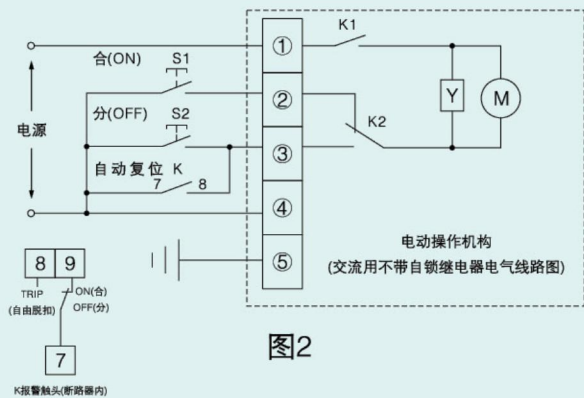

图2
- ◎ K1 手动与电动转换开关（作用同图 2）
- ◎ K2 限位开关（作用同图 2）
- ◎ 线路图 2，每次“合”、“分”操作时，“合”、“分”按钮 S1、S2 需持续按压，直至操作完成。线路图 1、3 采用自锁继电器，其作用是利用它的触头保持电路通电，所以“合”、“分”按钮可以实现点接操作。
- ◎ 对于 JMC2-400、800 型的电动操作机构虽在自身面板上有合（红）、分（绿）标识，但对于断路器自由脱扣状态就无法标识。对于 JMC2-63、100(160)、225(250) 型的电动操作机构自身不设有合、分标识。所以若有需要，用户应在断路器内加装辅助触点和报警触点通过专门设计的辅助电路对断路器合、分加以指示。